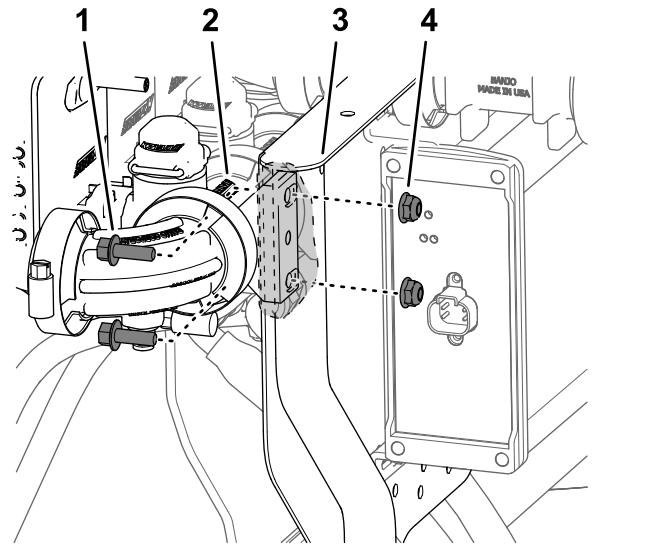

图 66
3. 使用在 **从歧管阀安装架拆卸喷洒臂段阀** (页码 21) 的步骤 2 中卸下的 2 个凸缘头螺栓 1/4 x 3/4 英寸和 2 个凸缘锁紧螺母 1/4 英寸将喷嘴阀 10 固定到阀门安装架上 图 66。